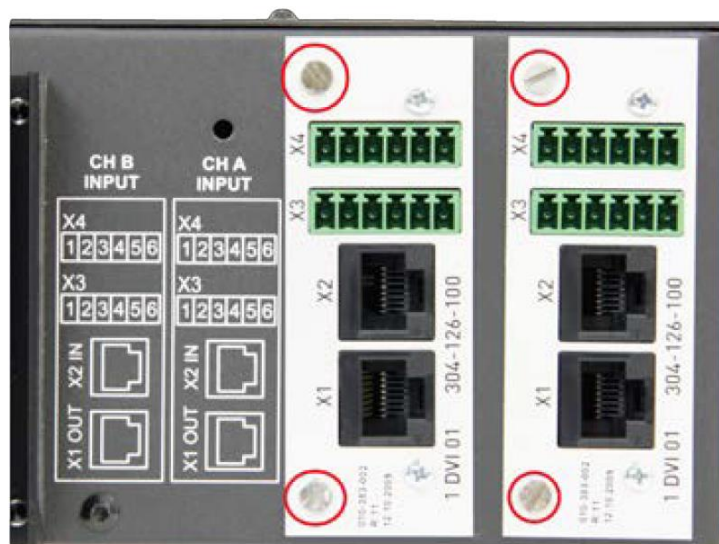

Рисунок 1
- 3) выверните винты, обведенные красным кружком (рисунок 1);